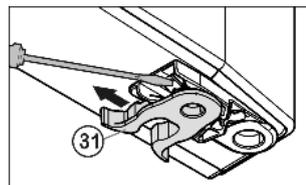

Fig. 7
- ▶ переставить пружинный зажим Fig. 7 (31): Нажать вниз язычок защелки, снять с него пружинный зажим.